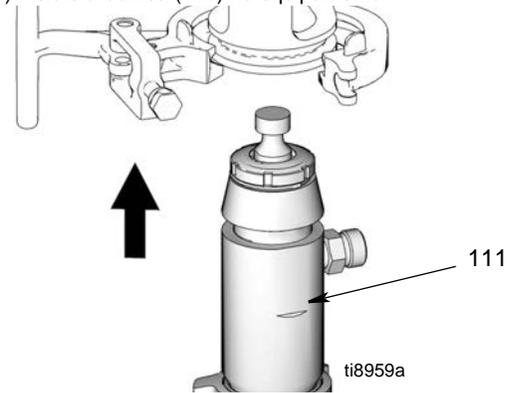

FIG. 21
2. (Fig. 21) Instale a bomba (111) no equipamento.